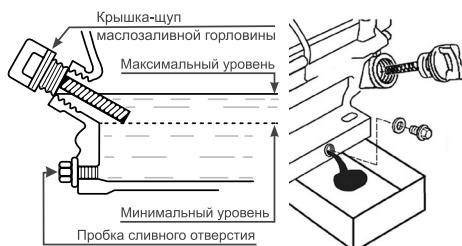

Рис. 11 Замена моторного масла
- Извлеките крышку-щуп (Рис. 11) из маслозаливной горловины.
- Открутите пробку сливного отверстия (Рис. 11) и слейте отработанное масло в подготовленную для этого емкость.